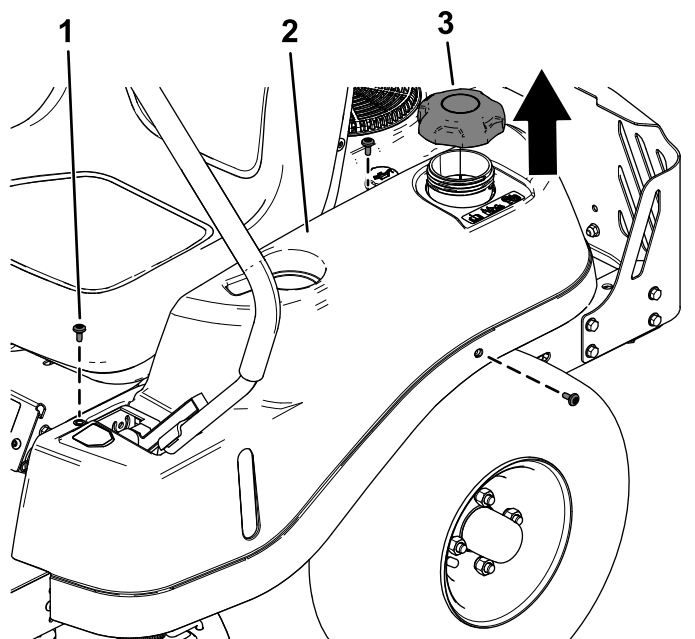

Figura 2
1. Rimuovete le 3 viti a perno da ciascuna protezione e le protezioni da ciascun lato della macchina (Figura 2).
Rimuovete il tappo del serbatoio del carburante prima di rimuovere la protezione sinistra (Figura 2).